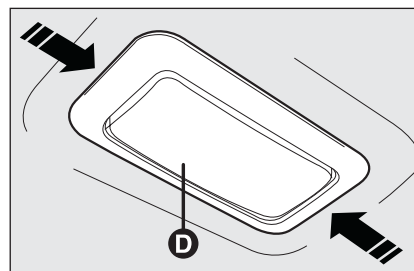
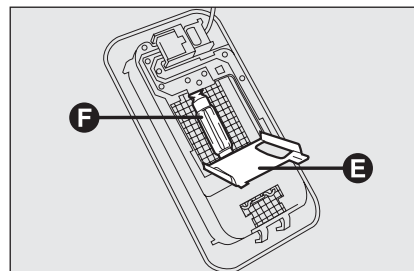

рис. 32
рис. 33
- ☐ Нажмите на точки, указанные стрелками, и выньте колпак **Д-рис. 32**;
- ☐ Откройте защитную крышку **Е-рис. 33**;
- ☐ Замените лампу **Ф-рис. 33**, вынув ее из боковых контактов. Убедитесь, что новая лампа надежно закреплена между контактами;
- ☐ Закройте защитную крышку **Е-рис. 33** и установите колпак **Д-рис. 32** на место, надежно защелкнув.